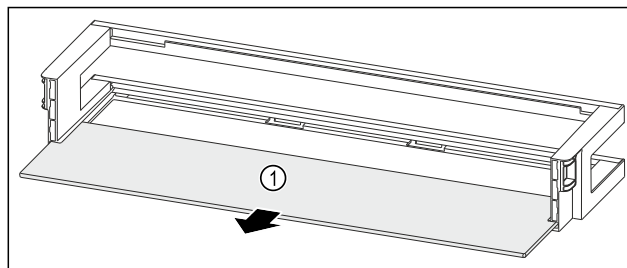

Fig. 238 Balconcino controporta con ripiano
- Rimuovere il ripiano Fig. 238 (1).